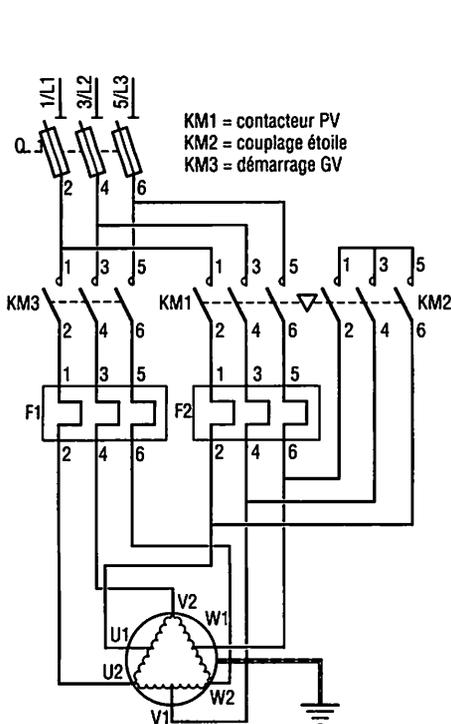

Fig. 26 : Circuit de puissance moteur à 2 vitesses.
c) Circuit de puissance (fig. 26)